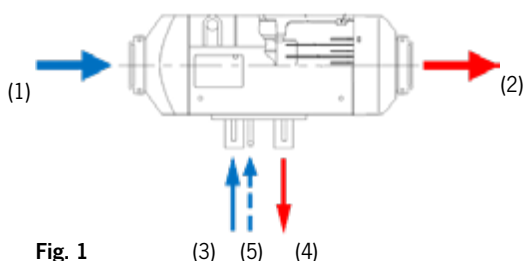
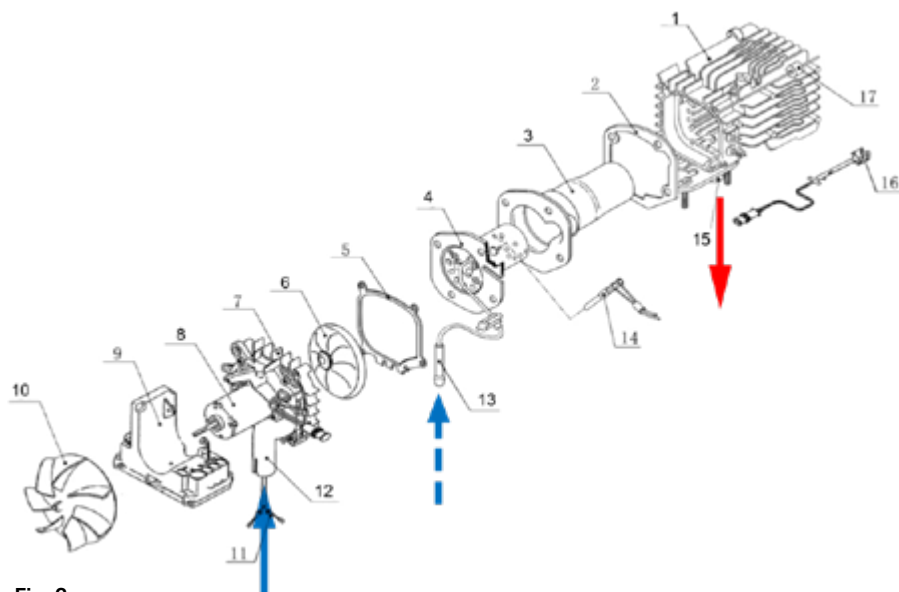
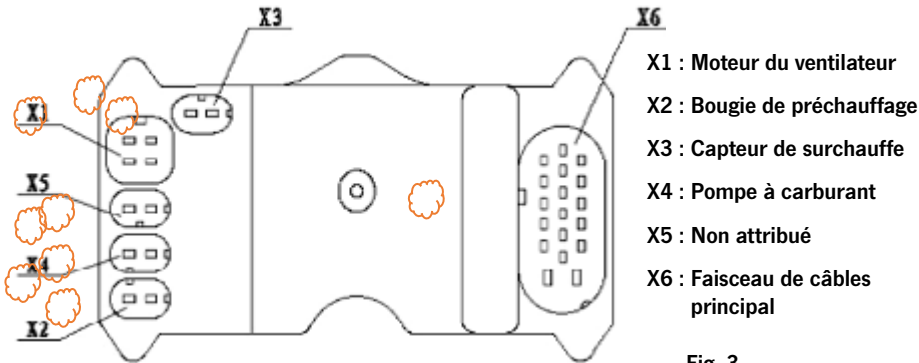

Fig. 1
Fig. 2
Fig. 3
[Page 80 Fig. 2 (4)]
et une chambre de combustion [Page 80 Fig. 2 (3)] qui sont situées à
[Page 80 Fig. 2 (1)].
L'air froid est aspiré dans ce passage par la turbine [Fig. 1 (1)] [Page 80 Fig. 2 (10)]. Après avoir traversé l'échangeur de chaleur, l'air chaud est expulsé [Fig. 1 (2)].
Pour le processus de combustion, le chauffage doit être alimenté en combustible et en air frais. Le combustible entre dans le brûleur par l'entrée du tuyau de combustible [Fig. 1 (5)] [Page 80 Fig. 2 (13)] et est enflammé par la bougie de préchauffage [Page 80 Fig. 2 (14)] après sa pulvérisation. La flamme pénètre dans l'espace entre les parois du brûleur [Page 80 Fig. 2 (4)] et la chambre de combustion [Page 80 Fig. 2 (3)] à l'arrière du brûleur.
L'alimentation en air de combustion est assurée par l'entrée d'air [Fig. 1 (3)] [Page 80 Fig. 2 (12)].
Le ventilateur d'alimentation en air interne [Page 80 Fig. 2 (6/8)] force l'air dans le brûleur. Après la combustion du mélange d'air et de combustible vaporisé, les gaz d'échappement sont évacués par le raccord d'échappement [Fig. 1 (4)] [Page 80 Fig. 2 (15)].
Le contrôleur [Page 80 Fig. 2 (9)] est situé dans la partie avant du chauffage, derrière la turbine du ventilateur d'air chaud. Ses principales tâches consistent à collecter toutes les données du chauffage (par exemple, les capteurs de température, le circuit d'entraînement, la fréquence, la vitesse de rotation, la tension, etc.). Sur la base de ces données, le contrôleur automatise le processus de chauffage, la surveillance du système et la gestion des dysfonctionnements du système.
Le capteur de surchauffe [Page 81 Fig. 3 (X3)] est installé sur la paroi arrière extérieure de l'échangeur thermique [Page 80 Fig. 2 (16)]. Si la température de l'aluminium dépasse une limite supérieure définie, le circuit de la pompe à carburant est coupé par le contrôleur et l'alimentation en carburant est immédiatement interrompue. Le chauffage est alors désactivé à des fins de protection contre la surchauffe.